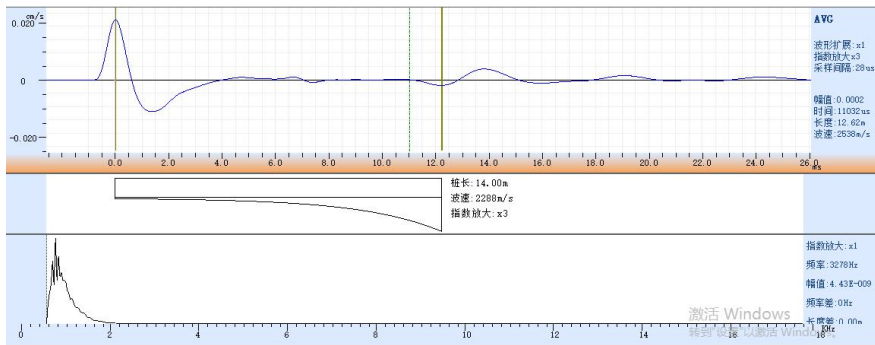

图 3-15 网格显示界面
④网格显示：进行波形文件背景的网格显示，如图 3-15 所示。默认情况下无网格显示。